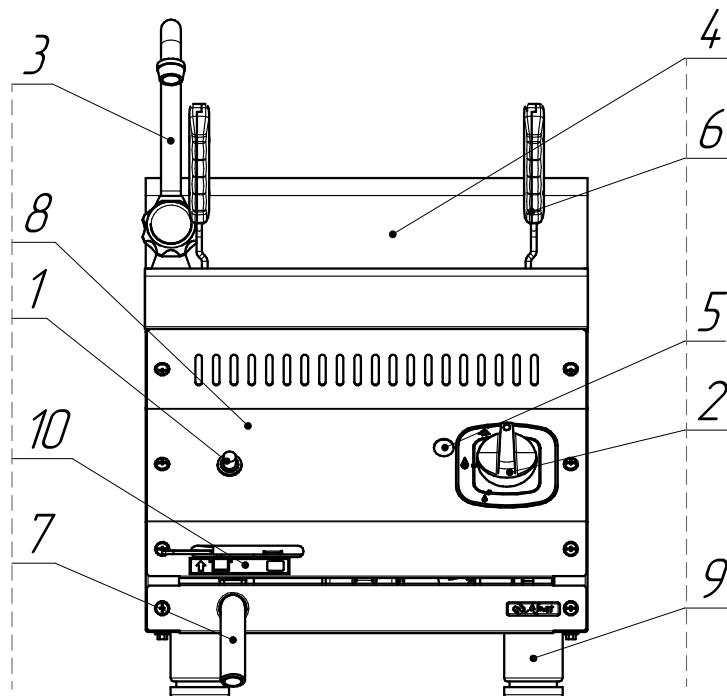
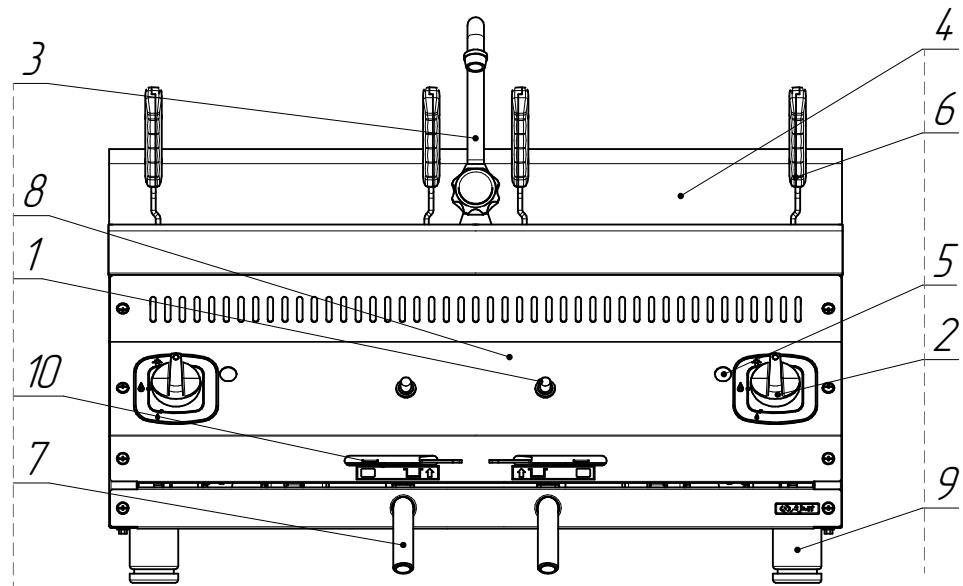
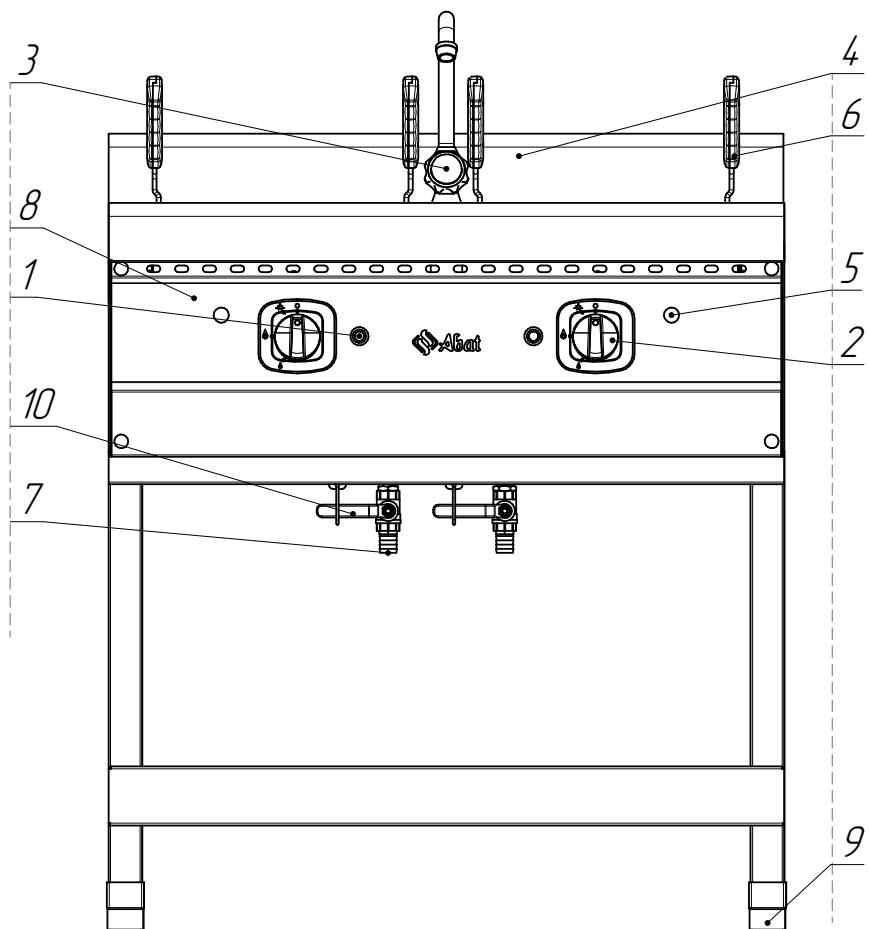

Рис. 1. Газоварка ГВК-40Н
Рис. 2. Газоварка ГВК-80/2Н
Рис. 3. Газоварка ГВК-90/2П
4.1 Устройство газоварки показано на рис.1, рис.2 и рис.3.
Для доступа к муфте необходимо снять лицевую панель 8 для ГВК-40Н и ГВК-80/2Н (см. рис. 1 и рис.2), предварительно отвернув крепежные винты и сняв ручку крана 2. На ГВК-90/2П муфта находится в задней части изделия рядом с точкой подключения газа. Вывинтить затяжной винт и подключить к ней гибкий шланг "U"-образного манометра;